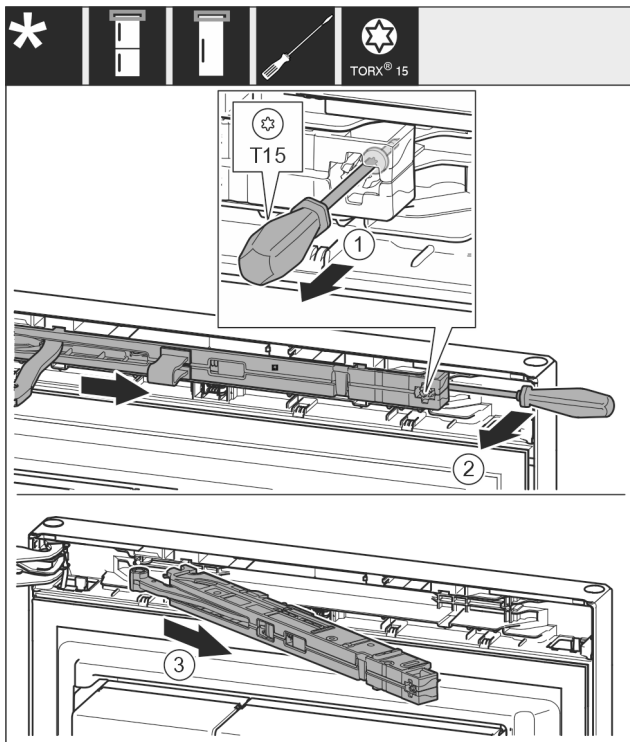

Fig. 11
- ▶ Odvijte vijak Fig. 11 (1) na enoti blažilnika za zapiranje vrat z izvijačem 14 mm.
- ▶ Dvignite enoto blažilnikov Fig. 11 (2) na strani ročaja z izvijačem v smeri naprej.
- ▶ Izvlecite enoto blažilnikov Fig. 11 (3).